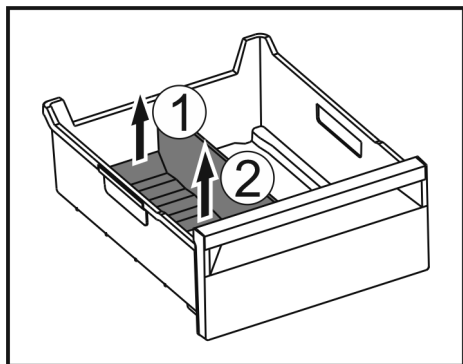

Fig. 112
► Hinteren Teil des Eisfach-Trenners anheben. Fig. 112 (1)
► Eisfach-Trenner nach oben entnehmen. Fig. 112 (2)